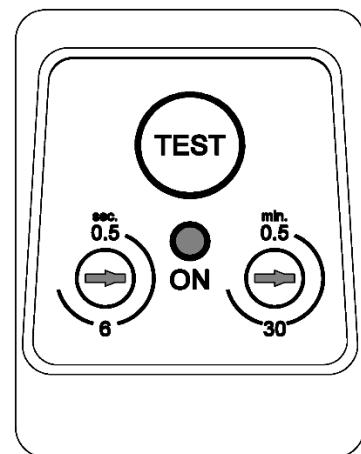

Рисунок 5
**ПРЕДУПРЕЖДЕНИЕ: ПЕРЕД ПЕРВЫМ ПУСКОМ КОМПРЕССОРА НЕОБХОДИМО УБЕДИТЬСЯ В ПРАВИЛЬНОСТИ НАСТРОЙКИ ТАЙМЕРА АВТОМАТИЧЕСКОГО КОНДЕНСАТООТВОДЧИКА 22 (РИСУНОК 5). НОМИНАЛЬНЫЕ ЗАВОДСКИЕ НАСТРОЙКИ ТАЙМЕРА:**